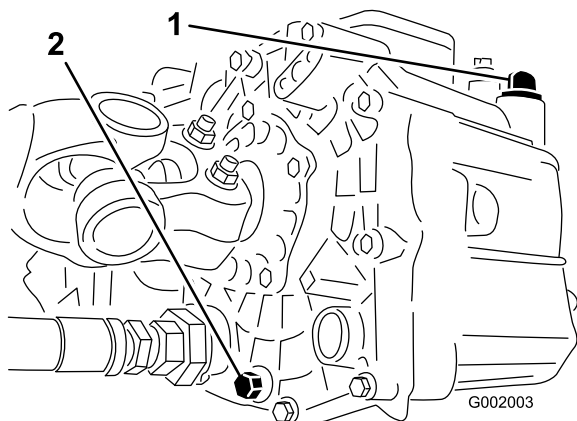

Figure 53
3. Retirez le bouchon de vidange sur le côté du réservoir et laissez l'huile s'écouler dans le bac de vidange (Figure 53).